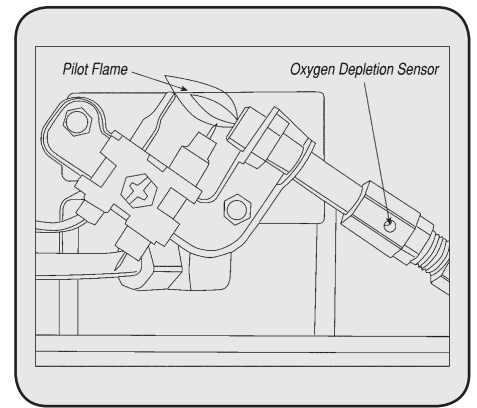

Figure 6
7. Inspectez et nettoyez la veilleuse (installée sur le support) à l'aide d'un aspirateur ou injectez de l'air comprimé dans les trous de la veilleuse, indiqués par les flèches de la Figure 6, à gauche.